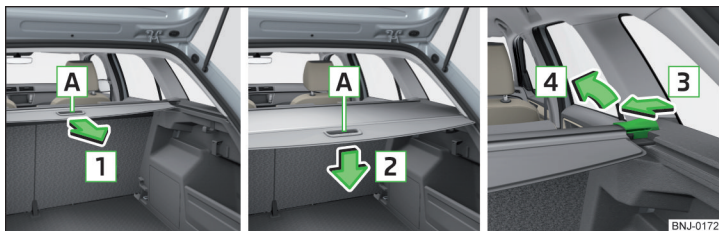

Рис. 97 Полиця, що згортається: витягнення/згортання/зняття
- **Витягнення:** візьміть полицю за ручку **A** і витягніть у напрямку стрілки **1** до упору, щоб вона чутно защемилася » Рис. 97.
- **Монтаж:** витягніть багажну полицю, що згортається, » Рис. 97 на стор. 82 або складіть спинки задніх сидінь вперед » Стор. 65.